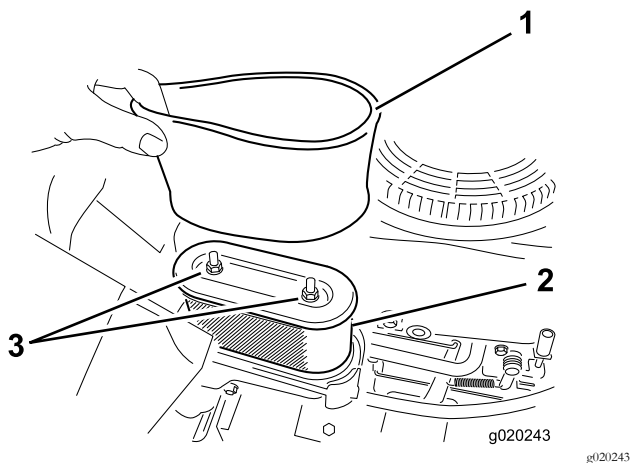

Figure 36
4. Retirez délicatement les éléments en mousse et en papier du boîtier du filtre à air (Figure 36).
1. Placez l'élément en mousse sur l'élément en papier (Figure 36).